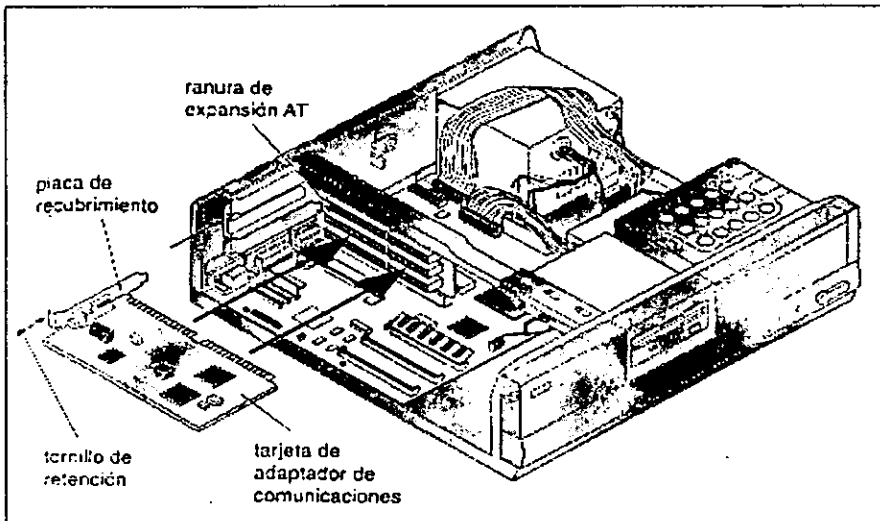

Figura 5.26 Instalación de tarjetas
- Fije los soportes de montaje a la unidad según la figura 5.26